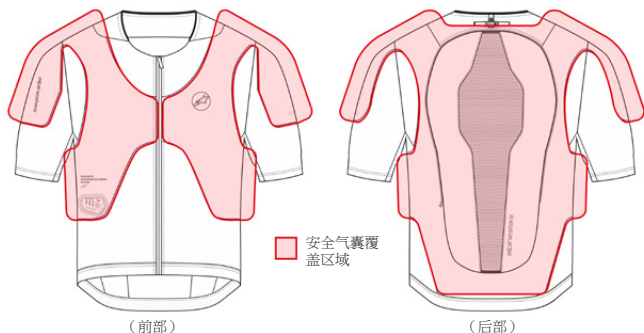

图 2：安全气囊 (11) 覆盖区域
该系统配备了一个安全气囊 (11)，覆盖图 2 所示区域，在发生事故或其他触发事件时保护佩戴系统的摩托车用户。本用户手册后面（第 4 节“使用限制”）将解释该系统所能提供的保护存在局限性。
警告！ 如图 2 所示，该系统在安全气囊 (11) 覆盖区域内仅对冲击力提供有限保护。无法保证该系统在安全气囊 (11) 覆盖区域或保护范围内外能够防止伤害（包括严重或致命伤害）。